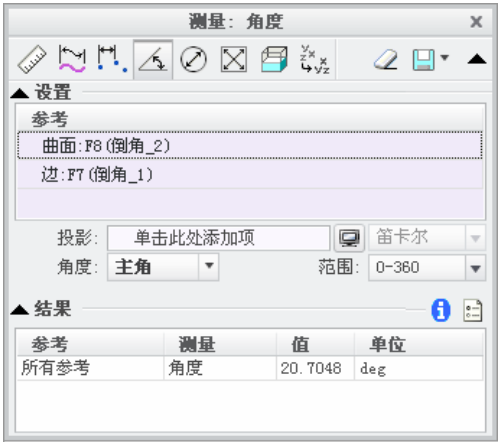

图 8.1.15 “测量：角度”对话框
Step5. 测量线与面间的角度。在图 8.1.15 所示的“测量：角度”对话框中进行下列操作：
- (3) 在图 8.1.15 所示的“测量：角度”对话框的结果区域中，可以查看测量的结果。